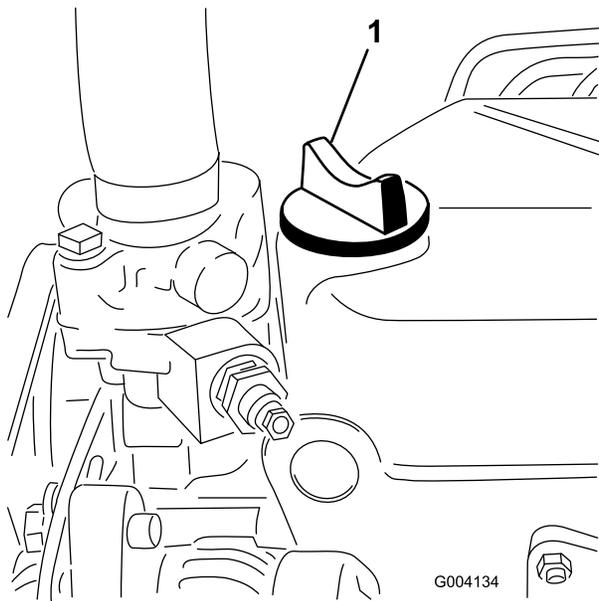

图30
5. 如果油位低于已满标记，应取下加油盖（图30），添加机油，直至油位达到量油尺上的已满标记。